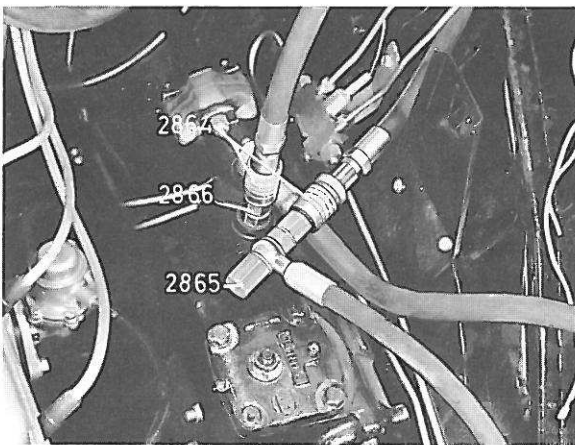

Figure 79. Manomètre en place (ancien modèle).
1. Coupler l'instrument de test 2864 au conduit de refoulement du boîtier de direction, figure 79. Le flexible d'entrée de l'instrument doit être connecté au raccord banjo avec le raccord 2865 (figure 79) et le flexible de sortie, connecté au boîtier de direction avec le raccord 2866 (2990 pour voitures à conduite à droite). A partir des modèles d'année 1973, se servir plutôt des raccords 5007 et 5008. S'assurer que le levier d'inversion de l'instrument se trouve en position ouverte (à gauche).